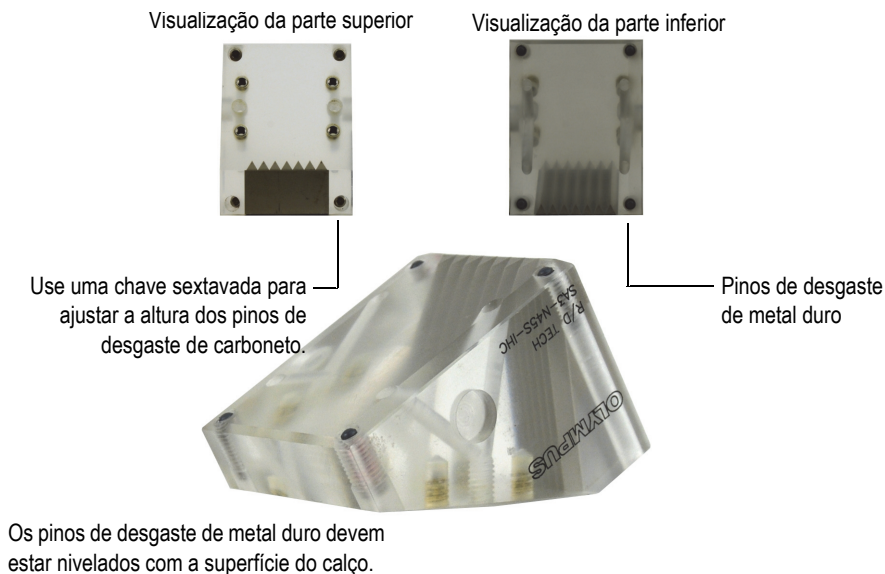

Figura 2-30 Ajustando os pinos de desgaste de metal duro do calço
Os calços são projetados para reter um transdutor ou uma sonda de fases, a fim de garantir uma difusão ultrassônica adequada através da superfície a ser inspecionada e direcionar o fluxo do acoplador corretamente. Para limitar o desgaste do calço, é possível inserir pinos de desgaste de metal duro em cada canto da superfície de contato do calço (Figura 2-30 na página 59).
- ◆ Use uma chave sextavada para ajustar a altura dos pinos de desgaste de metal duro em cada calço instalado. Verifique se a parte superior de cada pino está nivelada com a superfície do calço (Figura 2-30 na página 59).
Todos os pinos de desgaste de carboneto devem estar nivelados com a superfície do calço (Figura 2-30 na página 59).